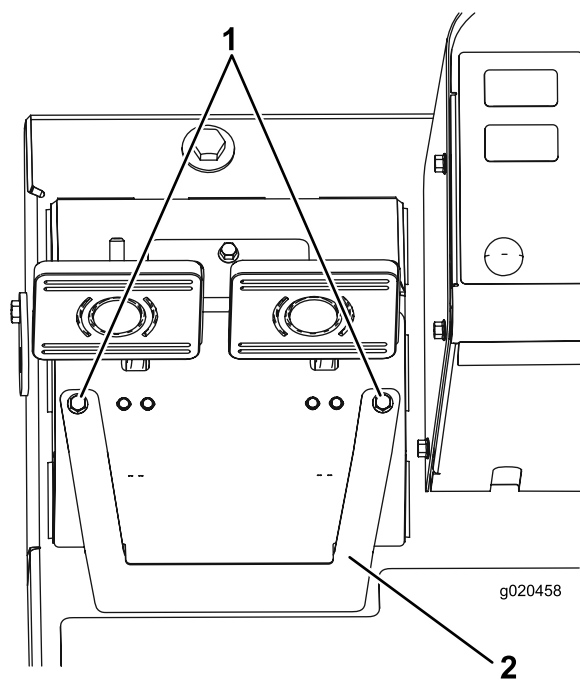

Figura 93
- A. Desaperte os 2 parafusos de montagem e retire a cobertura de ajuste do travão (Figura 93).